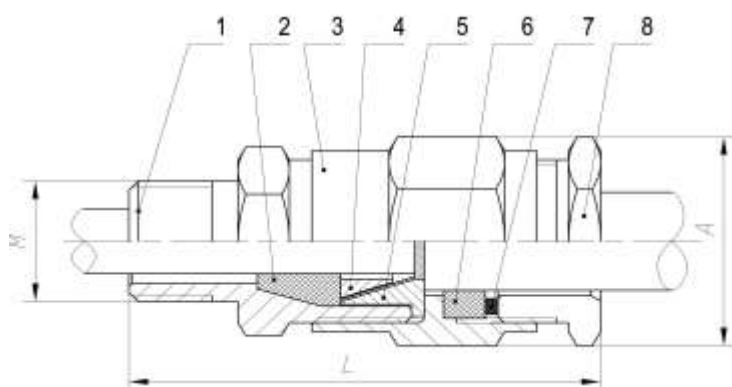

Рисунок 5
При монтаже внешних электрических кабелей следует обратить внимание на то, что внешний диаметр кабеля должен соответствовать диаметру, указанному в маркировке наружного уплотнения (поз. 6, рисунок 5), а диаметр кабеля под бронёй должен соответствовать диаметру, указанному в маркировке внутреннего уплотнения (поз. 2, рисунок 5). Уплотнения кабелей должны быть выполнены самым тщательным образом, так как от этого зависит обеспечение взрывозащиты ЭРА-10.
- установить хвостовик поз. 1 (см. рисунок 5) на ЭРА-10. Резьбовое соединение хвостовика и оболочки ЭРА-10 стопорить герметиком или краской. Нанести герметик ВГО-1
- надеть на кабель детали поз. 8, 7, 6, 3 (рисунок 5) в указанной последовательности;
- зажать броню кабеля при помощи деталей поз. 5 и 4 согласно рисунку 5. Излишки брони обрезать. Установить внутреннее уплотнение поз. 2 (рисунок 5). Пропустить тонкий конец кабеля
сквозь отверстие в хвостовике поз. 1 (рисунок 5) внутрь оболочки ЭРА-10. Убедившись, что длины кабеля достаточно для подключения его к клеммам, произвести герметизацию. Для этого наживить корпус поз. 3 (рисунок 5) на хвостовик поз. 1 (рисунок 5) и завернуть до упора. Дальнейшую затяжку необходимо производить динамометрическим ключом с моментом (9 ± 1) Н·м. Далее произвести герметизацию внешней оболочки кабеля, для чего обжать наружное уплотнение поз. 6 (рисунок 5) при помощи зажима поз. 8 (рисунок 5). Зажим поз. 8 завернуть в корпус поз. 3 до упора.